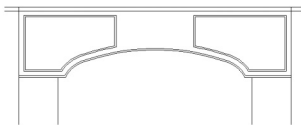

图 5.41 镜像复制造型
(3) 启动【镜像】命令，对称复制出右侧的造型，结果如图 5.41 所示。